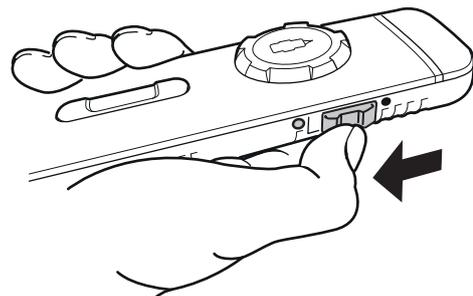

Abb. 26
- ▶ Den seitlichen Schiebeschalter nach unten schieben, um die Fernbedienung auszuschalten (Abb. 26)